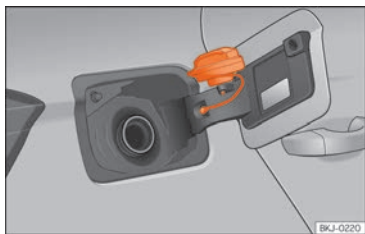

Abb. 57 Tankklappe mit aufgestecktem Tankverschluss.
- Platzieren Sie den Verschluss in der Aussparung, die sich im Scharnier der geöffneten Tankklappe befindet »» Abb. 57.